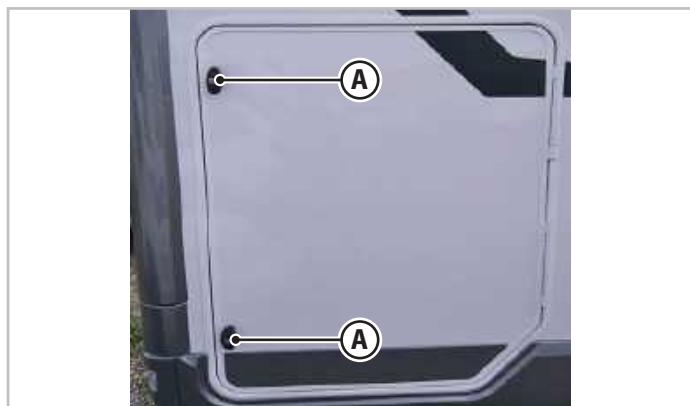

Fig.5.3 - Serrures du compartiment garage
- Avant de prendre la route, vérifier que le compartiment garage est fermé en verrouillant toutes les serrures (A - Fig.5.3) présentes. Une simple pression sur la porte n'assure pas son verrouillage.**
Le compartiment garage est muni d'une ou de deux serrures (**A** - Fig.5.3).